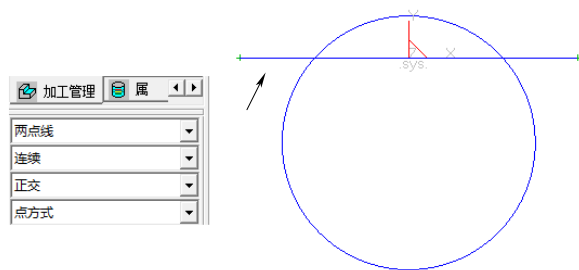

图 8-3 绘制直线
2) 选择下拉菜单“绘图”→“直线”命令，或者单击“绘图工具”工具栏上的“直线”按钮，设置立即菜单选项为“连续”和“正交”，输入坐标 $(-40, 0)$ $(40, 0)$ 绘制直线，如图 8-3 所示。